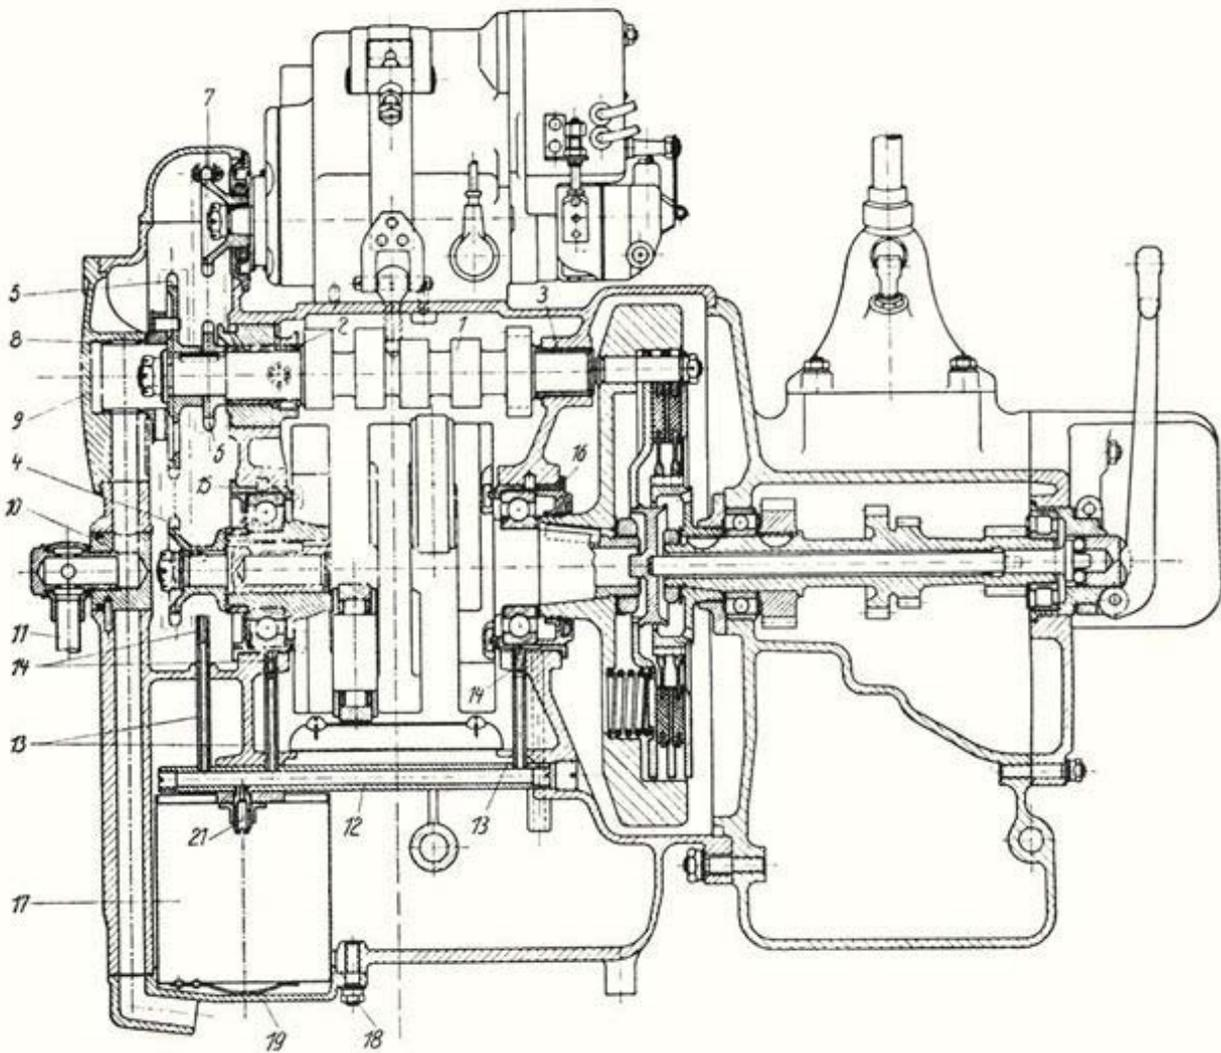

Abb. 22 Längsschnitt durch Motor und Getriebe
Die oberhalb der Kurbelwelle in Gleitlagern **2** und **3** gelagerte Nockenwelle **1** (Abb. 22) wird durch die Räder **4** und **5** die durch eine geräuschlose Rollenkette kraftschlüssig verbunden sind, von der Kurbelwelle aus angetrieben. Die Nockenwelle ihrerseits treibt gleichfalls über Kettenräder **6** und **7** mittels geräuschloser Kette den Lichtbatterie- bzw. Lichtmagnetzünder an, der mittels Spannbandes auf einer eigens hierfür vorgesehenen Fußplatte, einem Teil des Kurbelgehäuse-Oberteiles befestigt ist.
Die Entlüftung des Kurbelgehäuses erfolgt durch einen mit dem auf der Steuerwelle **1** aufgekeilten Kettenrad **6** durch Paßstifte verbundenen Drehschieber **8**, der in dem Antriebsgehäusedeckel **9** gelagert ist (Abb. 22). Die beim Einwärtsgehen der Kolben im Motorgehäuse verdichtete Luft gelangt durch den Drehschieber **8**, den Deckel **9** und durch ein Zwischenstück **10** in eine außen liegende Rohrleitung **11**, welche die Luft ins Freie ableitet. Auf diese Weise wird im Motorgehäuse immer ein geringer Unterdruck erzeugt, der ein Austreten von Öl an den Trennfugen des Gehäuses wirksam verhindert.
Die Schmierung erfolgt unter hohem Druck vollkommen selbsttätig wie bei neuzeitlichen Kraftwagenmotoren, so daß ausreichende Ölversorgung auch bei höchster Beanspruchung sichergestellt ist. Eine im Motorgehäuseunterteil eingebaute Zahnradpumpe (Abb. 36) saugt durch einen Seiher **22** das Öl durch die Tätigkeit der beiden Zahnräder **23** und **24** an, von denen das letztere mittels einer Welle **25** und Schneckenrad **26** von der Schnecke auf der Steuerwelle **1** angetrieben wird. Das Öl wird durch eine Bohrung im Deckel **27** in das Steigrohr **20** gedrückt und gelangt in das Ölverteilungsrohr **12** (Abb. 22 und 36), und von hier durch die senkrechten Ölrohre **13** und die fein gebohrten Öldüsen **14** zu den Lagerbüchsen **15** und **16** (Abb. 22) zur Schmierung der Kurbelwellenrollenlager. Ein Teil des Öles gelangt in die Verteilerrinnen der Lagerbüchsen, von wo es dann durch die hohlgebohrten Kurbelwellenzapfen und -schenkel den Pleuellagern zugeführt wird. Das vordere senk-
Ein Teil des Öles wird von der Ölpumpe durch Steigrohr **20** (Abb. 36), Ölverteilungsrohr **12** und Öldüse **21** (Abb. 22) in das Ölfilter **17** geleitet und verläßt dieses vollkommen gereinigt, um durch den Ölsumpf der Ölpumpe wieder zugeführt zu werden. Das vom Triebwerk in den Ölsumpf zurückfließende Öl wird durch ein im Gehäuseunterteil befestigtes Ölsieb gleichfalls vor Eintreten in den Ölsumpf gereinigt. Schädlicher Überdruck im Leitungssystem wird durch ein in die Pumpe eingebautes und sorgfältig eingeregelttes Sicherheitsventil verhindert.
**Bezüglich der Wartung der gesamten Zündlichtanlage verweisen wir ausdrücklich auf die beigegebenen Bosch-Vorschriften.** Die Regelung des Zündzeitpunktes erfolgt durch den auf der linken Seite des Lenkers angebrachten Drehgriff (Abb. 7). Der Lichtmagnetzünder ist in zugänglicher Lage auf einer kleinen Plattform des Motorgehäuses angeordnet und mittels Spannbandes leicht lösbar befestigt. Der Antrieb erfolgt von der Kurbelwelle über die Steuerwelle mittels geräuschloser Ketten. (Siehe Seite 36, Abb. 22.)
Die Verstellung des Zündzeitpunktes erfolgt durch den auf der linken Seite des Lenkers angebrachten Drehgriff (Abb. 6 und 7). An Stelle des Lichtbatteriezünders kann auch auf Wunsch ein Lichtmagnetzünder eingebaut werden. Der Lichtbatteriezünder bzw. Magnetzünder ist ebenso wie der Magnetzünder bei der R 12-Einvergaser-Maschine in zugänglicher Lage auf einer kleinen Plattform des Motorgehäuses angeordnet und mittels Spannbandes leicht lösbar befestigt. Der Antrieb erfolgt von der Kurbelwelle über die Steuerwelle mittels geräuschloser Kette. (Siehe Seite 36, Abb. 22.)